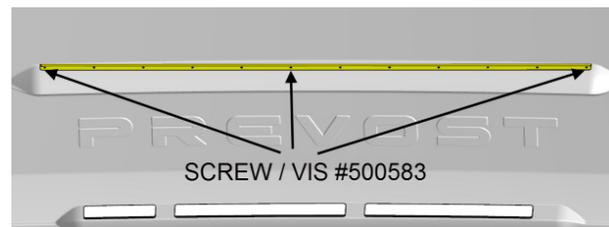

FIGURE 30
8. Préinstaller le larmier en utilisant trois (3) vis #6x1/2 (#500583), voir la FIGURE 30.
*Percer avec un foret Ø9/64. Placer une (1) vis à chaque extrémité et une (1) au centre.*